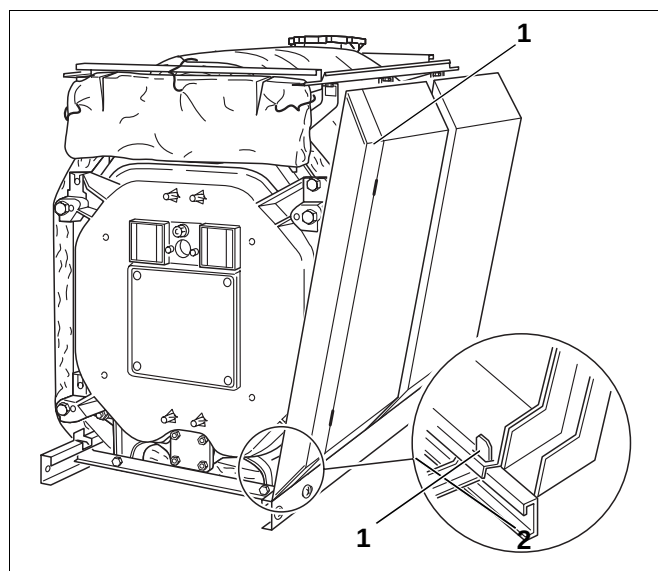

Fig. 49 Montasje av sideveggdeler
- Heng de fremre sideveggene på de oppbøyde laskene i sokkelskinnene (fig. 49, **pos. 1**) nede på høyre og venstre side og skyv dem deretter over kanten til de langsgående skinnene oppe.